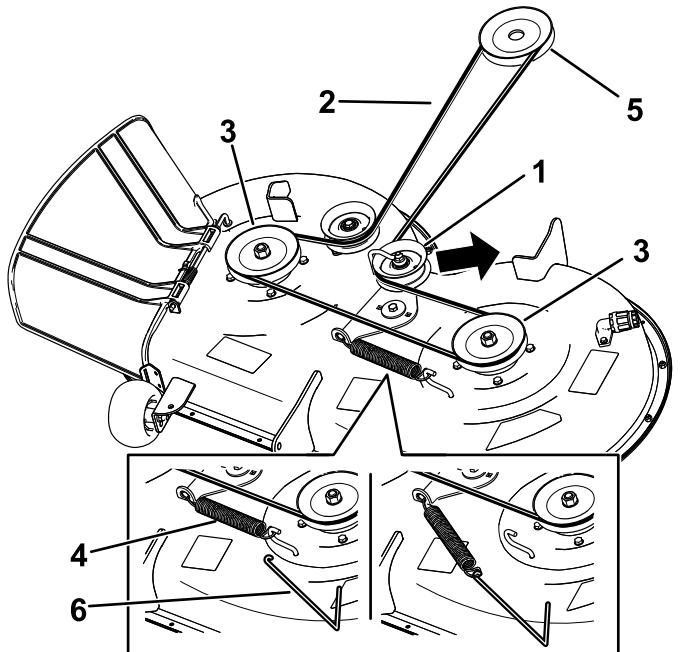

Figura 57
7. Servendovi di un attrezzo per la rimozione delle molle (n. cat. Toro 92-5771), sganciate la molla di rinvio dal gancio del piatto di taglio per eliminare la tensione dalla puleggia tendicinghia e togliete la cinghia dalle pulegge (Figura 57).
8. Montate la nuova cinghia attorno alla puleggia del motore e a quelle del tosaerba (Figura 57).
9. Servendovi di un attrezzo per la rimozione delle molle (n. cat. Toro 92-5771), montate la molla di rinvio sul gancio del piatto di taglio e mettete in tensione la puleggia tendicinghia la cinghia dalle pulegge (Figura 57).